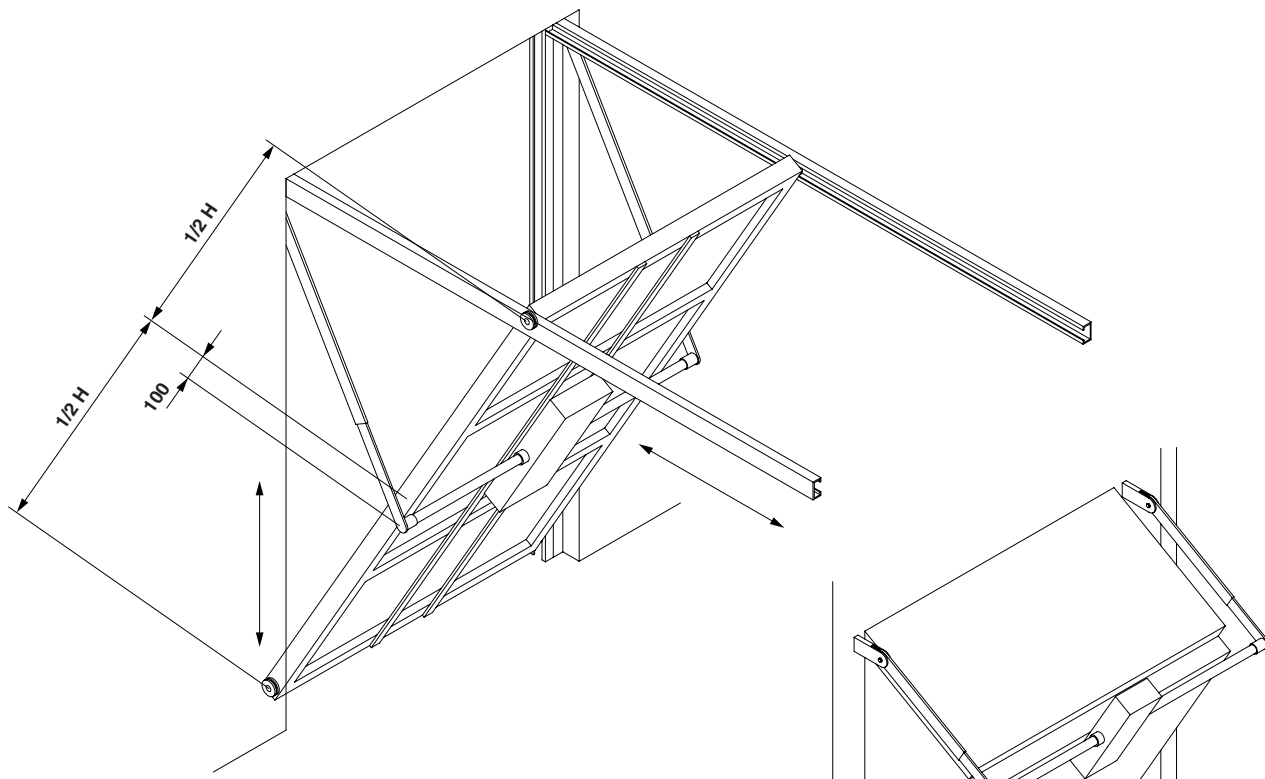

Fig.9
6.1 Porte a guide orizzontali e verticali fig. 9 (l'installazione risulta analoga a quella descritta al punto 5).
6.1 Doors with horizontal and vertical guides Fig. 9 (installation is similar to the one described in point 5).
6.1 Les portes à guides horizontales et verticales fig. 9 (c'est la même installation que celle décrite au paragraphe 5)
6.1 Puertas de guías horizontales y verticales fig. 9 (se instalan de forma análoga a la descrita en el punto 5).